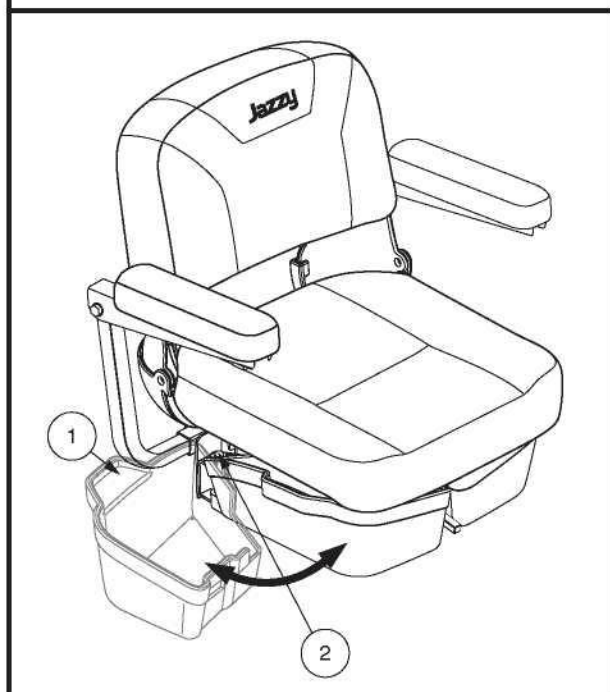

Figure 28. Almacenamiento debajo del asiento
1. Levante levemente el cerrojo en el costado del cubo de almacenamiento debajo del asiento (fig. 28) y gire el cubo de almacenamiento debajo del asiento hacia fuera de la Travel Scooter.
1. Levante levemente el cerrojo al costado del cubo de almacenamiento debajo del asiento (fig. 28) y gire el cubo de almacenamiento debajo del asiento hacia fuera de la Travel Scooter de viaje hasta que esté completamente abierto.
2. Si está equipado, retire el almacenamiento bajo del asiento (**fig. 28**).
7. Si está equipado, instale el almacenamiento bajo el asiento (**fig. 28**).